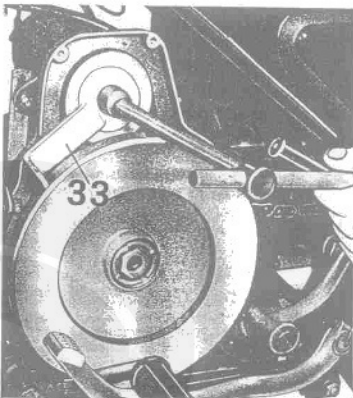

Fig. 104/1
- infilare i naselli dell'attrezzo di fermo puleggia n° 10915700 (33 di fig. 104/1);